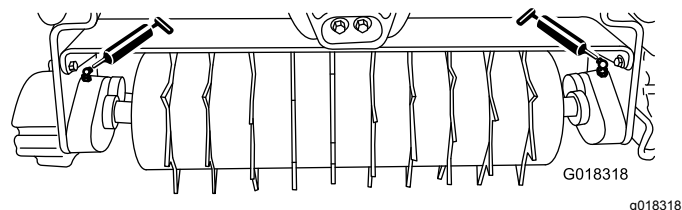

Figura 6
Lubrique los 2 engrasadores (Figura 6) de cada aireador cada 15 horas de uso, usando grasa de litio de propósito general n° 2. Para obtener los mejores resultados, utilice una pistola de engrasar manual.
2. Aplique grasa a los cojinetes del eje del aireador hasta que note presión (Figura 6).